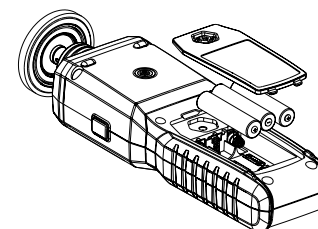

Fig. 9
- Il prodotto è alimentato da tre batterie AAA da 1,5V. Fare riferimento alla Fig. 9 per installare o sostituire le batterie.